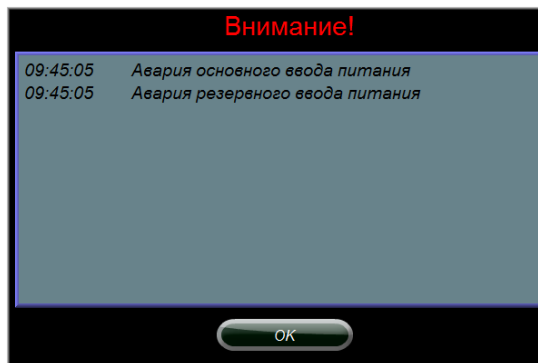

Рисунок 9.6 - Окно неисправностей
9.13 При поступлении сигналов о неисправности в работе системы на экране панели оператора поверх всех окон появляется всплывающее окно со списком активных неисправностей и временем их поступления (рисунок 9.6).